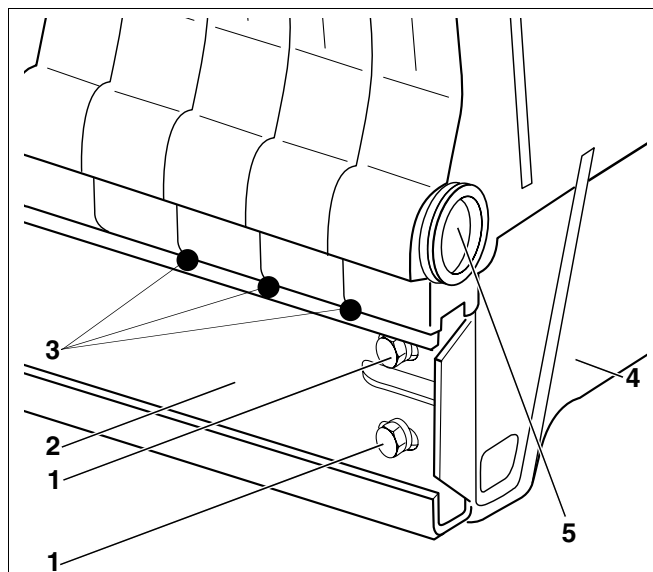

Рис. 20 Уплотнение котлового блока
- В соответствии с рис. 13, стр. 17 установить вкладыши на конечной секции (рис. 20, **поз. 4**).
- Закрепить двумя болтами М8 х 30 (рис. 20, **поз. 1**) и гайками напольную планку (рис. 20, **поз. 2**) на конечной секции (рис. 20, **поз. 4**).
- После крепления напольной планки на конечной секции (рис. 20, **поз. 4**) ослабить и снять стяжной инструмент.
- Нанести герметик в точках, как показано на рис. 20, **поз. 3**.
- Установить пробку со сливным отверстием (заглушка 1 $\frac{3}{4}$ " x $\frac{3}{4}$ ") с уплотнением на переднюю нижнюю ступицу котла (рис. 20, поз. 5, стр. 22). Заказчик может установить здесь сливной кран.